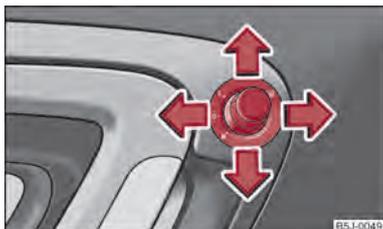

Fig. 33 Parte interior de la puerta: Botón giratorio
- Gire el botón hasta la posición  => fig. 33.